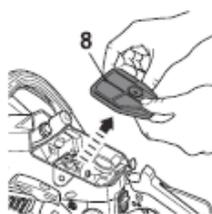

Fig. 55
2. Retirez le filtre à air (8) (Fig.55) et divisez-le en deux parties.
4. Attacher le cache du filtre à air (7) et sécurisez-le avec une vis. (6)